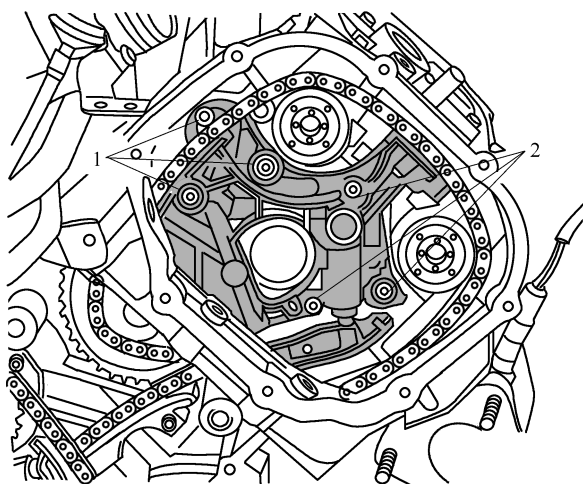

图 1-3-57 旋出螺栓并取下链条张紧器
(10) 如图 1-3-57 所示, 旋出螺栓 1 和 2 并取下链条张紧器。